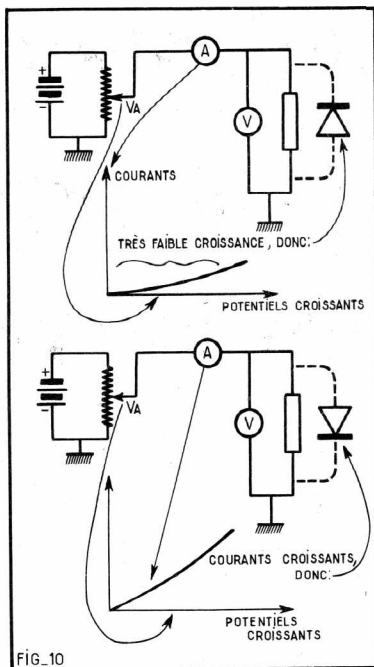

FIG. 10
Terminons enfin cette section en envisageant, au cours de ces mesures, l'alternative que voici : au cours de ces essais, au cours donc d'une augmentation des potentiels appliqués, on peut constater, ou bien que V suit à peu près V_A jusqu'à plusieurs volts et que (A) dévie peu, même pas du tout : la diode aura été branchée en sens inverse ; ou bien V suit V_A jusqu'à quelques dixièmes de volts, puis monte très lentement, alors que (A) dévie de plus en plus rapidement : diode en sens direct. Ce serait là (figure 10) un moyen de repérage complémentaire des électrodes de la diode.